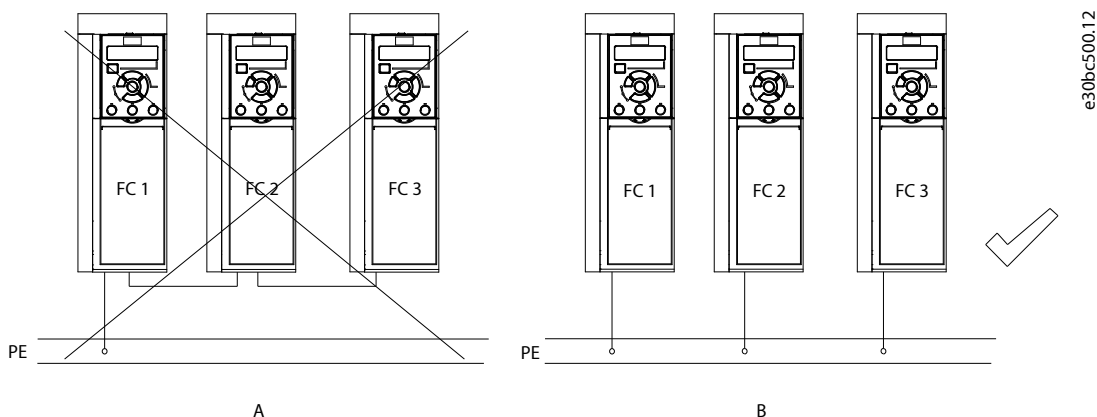

图 3: 接地原理
- 请勿以“菊花链”方式将一台变频器连接到另一个变频器（参见图 3）。